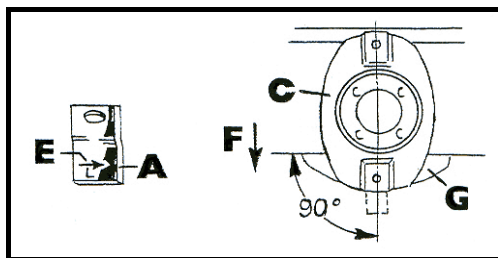

Abbildung 29: Messerklinge, Stellung Mähscheibe
Bringen Sie zum Wechseln der Klingen die Mähscheibe in **Stellung (C)** in **Fahrtrichtung (F)** entsprechend Abbildung 29.
Achten Sie hierbei darauf, dass die Unterkante des Messerzapfens in der **Ausbuchtung des Gleitschuhs (G)** (siehe Abbildung 29) liegt. Gleitschuh ggf. vorher säubern.
Bringen Sie zum Wechseln der Klingen die Mähzscheibe in **Stellung (C)** in **Fahrtrichtung (F)** entsprechend Abbildung 29.